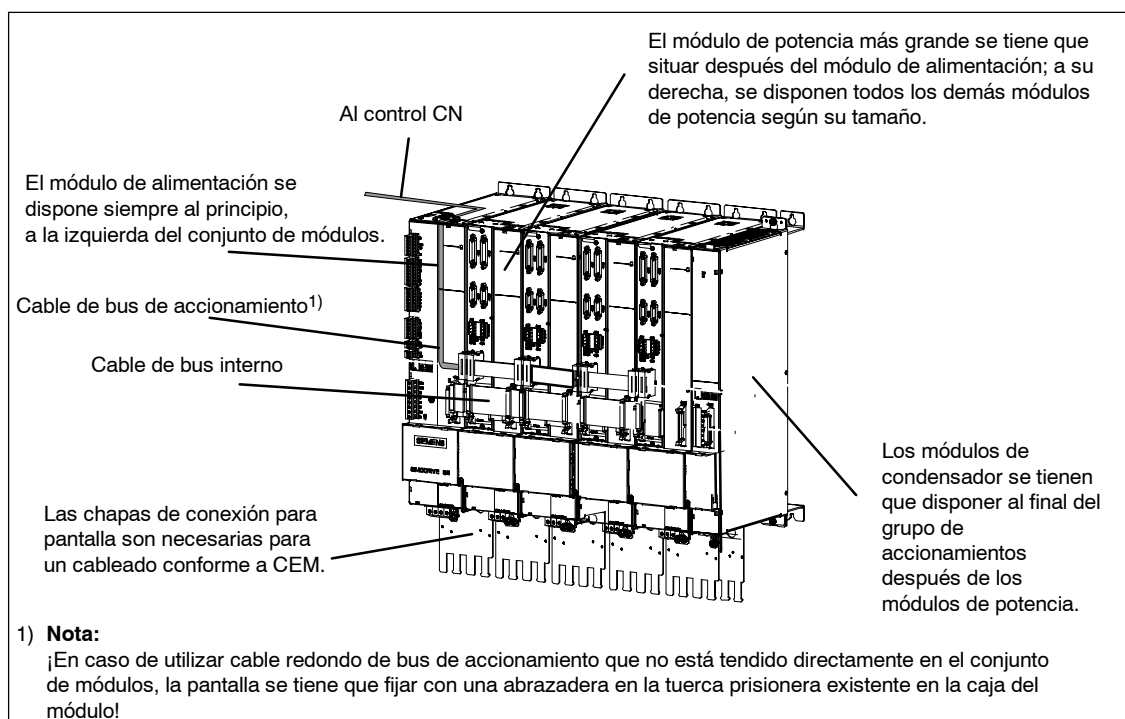

Fig. 2-1 Ejemplo de conexión
El módulo E/R o UE se tiene que disponer siempre al principio, a la izquierda del conjunto de módulos. A la derecha de los módulos E/R o UE se tienen que montar los módulos de potencia (LT) (ver fig. 2-1).
Para accionamientos con interfaz de consignas digital se necesita un cable de bus de accionamiento para la interfaz de control y de comunicación SINUMERIK 840D powerline (ver fig. 2-1).
A través del cable de bus interno tiene lugar la alimentación de electrónica entre los distintos módulos (ver fig. 2-1). El cable de bus interno forma parte del volumen de suministro del módulo de potencia.